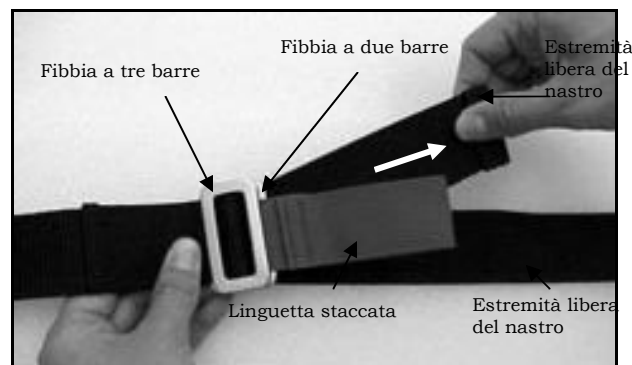

Figura 13 - Sistemazione fibbia a tre barre
2. Tirare l'estremità libera del nastro per sistemare in maniera decisa la fibbia a tre barre in cima alla fibbia a due barre (figura 13).